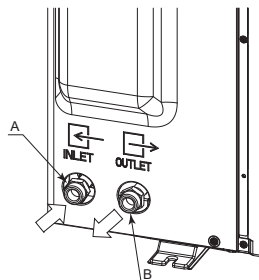

Fig. 6-1
6.1. Racordul conductelor de apă (Fig. 6-1)
- Pozițiile conductelor de admisie și de evacuare sunt prezentate în Fig. 6-1.
[Fig. 6-1]